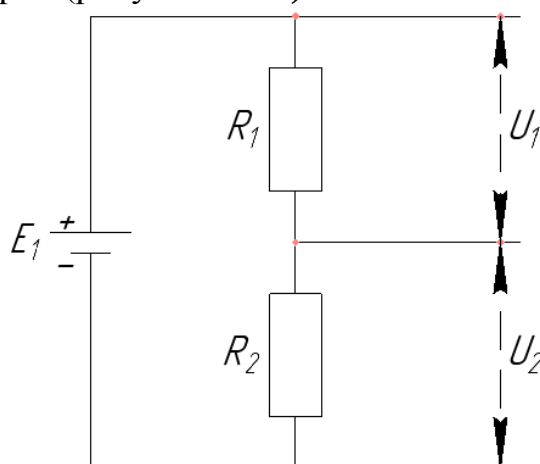

Рисунок 3.2.2 – Схема цепи «Делитель напряжения»
Для того чтобы получить из исходного напряжения лишь его часть, используется делитель напряжения (voltage divider). Это схема, строящаяся на основе пары резисторов (рисунок 3.2.2).
Пользуясь законом Ома и законами Кирхгофа, собрать цепь «Делитель напряжения» (рисунок 3.2.2). Собрать 6 схем с различными номиналами резисторов при $E_1 = 5$ В. Проверить выведенную зависимость выходного напряжения от входного напряжения и номиналов резисторов, заполнить таблицу 3.2.4.
- 4) Схема цепи «Делитель напряжения» (рисунок 3.2.2).